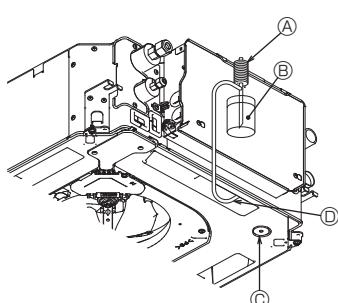

Fig. 6-9
6.3. Drenajın kontrolü (Fig. 6-9)